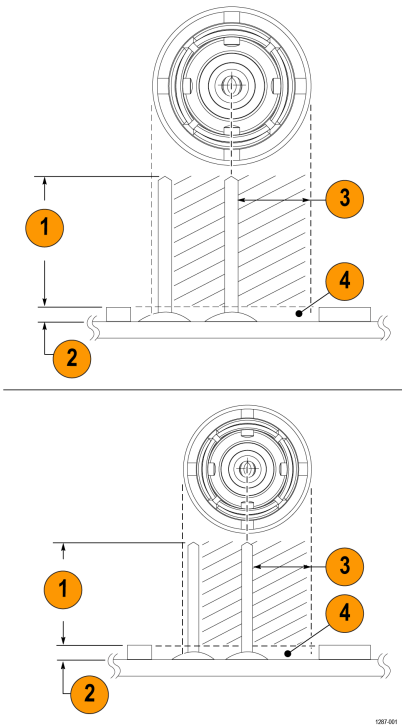

图7: 适配器间隙要求
焊接引脚可安装到电路板的表面安装组件，但应保留足够的间隙，以便为适配器提供良好的电气连接。图7 on page 27
3. 如有必要，请使用少量的粘合剂进一步增强与电路板的连接。但是，请保持最低的粘合剂高度，以便为适配器提供良好的电气接触。图7 on page 27